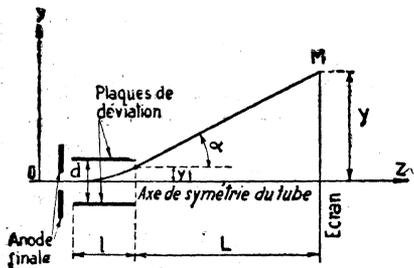

Fig. XXV-1
Considérons un tube cathodique à déviation électrostatique, dont l'axe de symétrie est OZ (figure XXV-1). L'écran est supposé plan, de même que les plaques de déviation. Ces dernières sont parallèles et la figure montre leur section. L'anode finale est également indiquée.
Reportons-nous à nouveau à la figure XXV-1. Pour $y = y_1$, on a $Z = l$. Il résulte d'après (9) que :